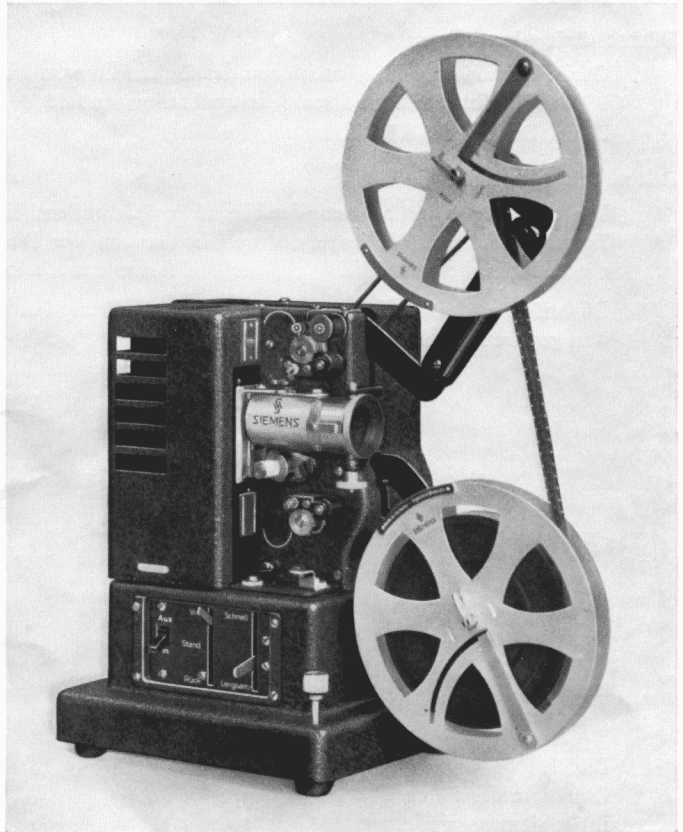

Bild 8. Umspulen des Films.
1. Filmende in obere leere Spule einfädeln (Bild 8).